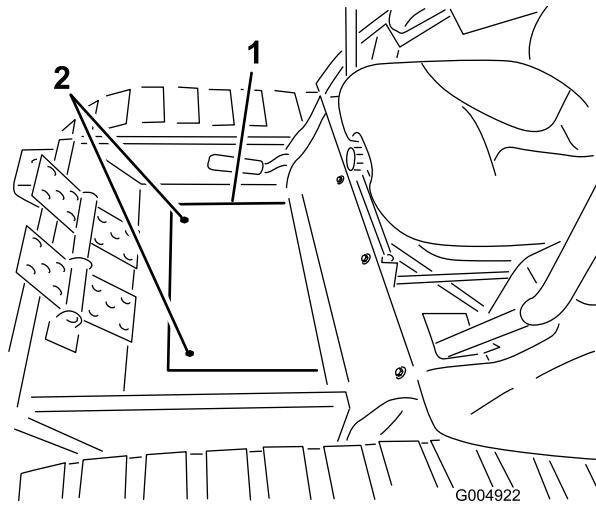

Bild 123
53. Befestigen Sie die Bodenplatten-Abdeckung des Winterrahmens mit den vorher entfernten Schrauben am Boden (**Bild 123**).